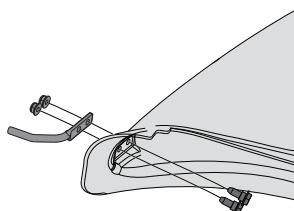

Figura 17
1. Desde el interior del maletero, pase dos tornillos de tope de cabeza hexagonal (738-1225) a través de los orificios en la parte inferior delantera del maletero. Consulte la Figura 17.
2. Coloque la varilla de montaje (747-06043) en su lugar sobre los tornillos de tope de cabeza hexagonal. Verifique que la punta de la varilla mire hacia afuera del maletero. Consulte la Figura 17.
3. Comience a roscar las tuercas hexagonales (712-04064) en los tornillos de tope de cabeza hexagonal. Consulte la Figura 17.